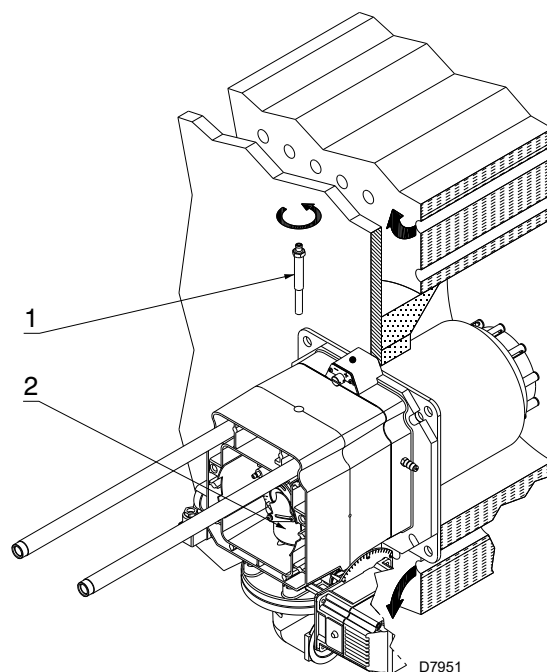

Fig. 15
- scoateți șurubul 1)(Fig. 15)
- Scoateți partea internă 2)(Fig. 15) a capului și calibrați-o.
În acest moment al instalației, capul de ardere este fixat pe centrală ca în Fig. 15. Prin urmare, este deosebit de ușor de reglat, care depinde doar de puterea maximă a arzătorului.